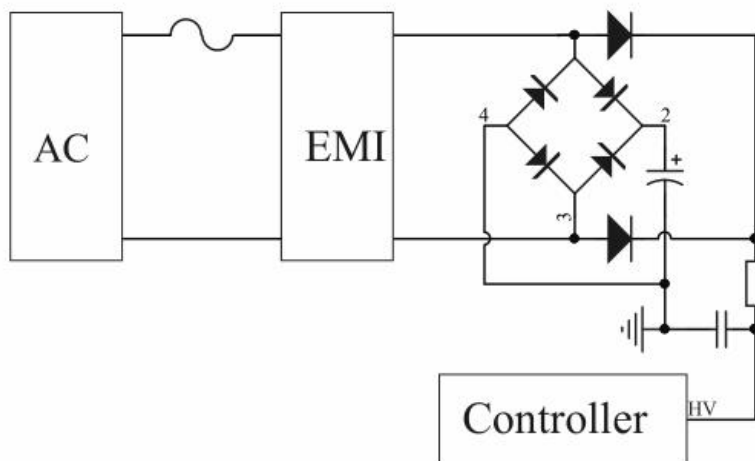

图 1：高压启动电路
DK020G 包含多功能高压 (HV) 引脚。为达到快速启动，内部集成了高压启动电路，可以快速启动电源同时能够有效降低待机功耗，如图 1 所示，能够快速准确监测输入电压，在输入掉